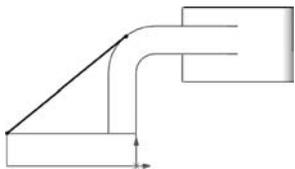

图 5-7 绘制草图
(1) 在右视基准面绘制草图,如图 5-7 所示。
(2) 单击【特征】选项卡上的【筋】按钮 ,会出现【筋】属性管理器。
① 在【参数】组,设置筋【厚度】的方向为【两侧】。
② 在【筋厚度】文本框内输入 6.00mm。